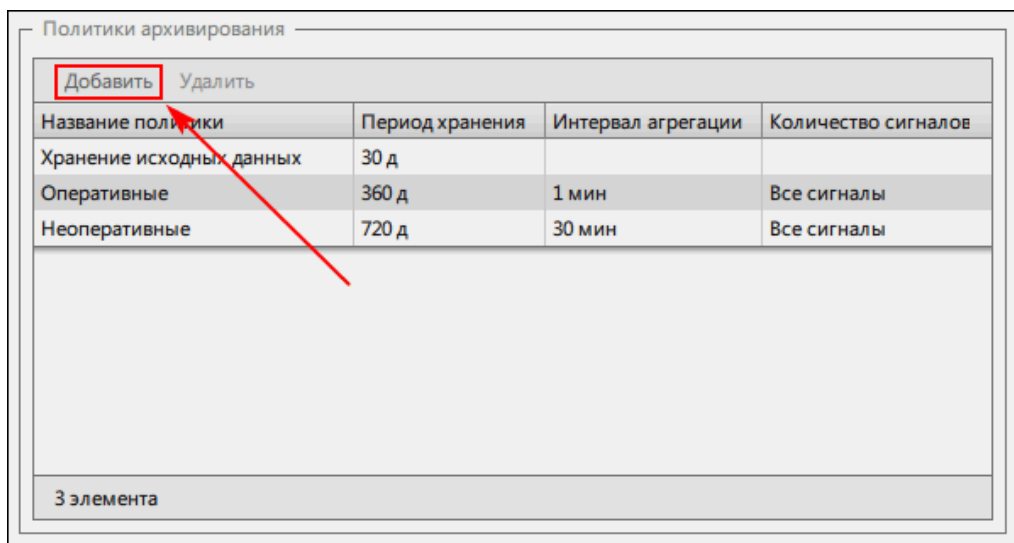

Рисунок 275 - Политики архивирования
1. В разделе **Политики архивирования** нажмите **Добавить** (Рисунок 275).